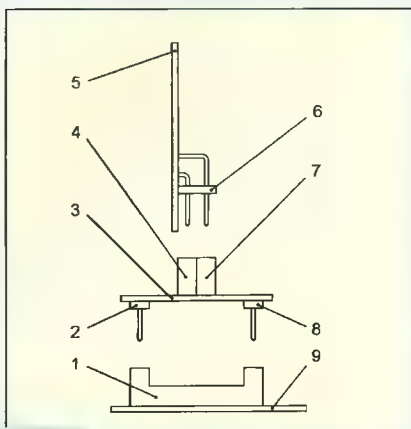

Рис. 4
На рис. 4 показан эскиз конструкции устройства. Собственно эмулятор собран на двусторонней печатной плате 5. Переходник также представляет собой печатную плату 3, на которой установлены вилки XP1.1 (2) и XP1.2 (8). Их штыри вставляют в гнезда панели 1 эмулируемой микросхемы ПЗУ на плате отлаживаемого устройства 9. На плате 3 находятся и розетки XS1.1 (4) и XS1.2 (7). Вилка XP3 (6) расположена таким образом, что при ее сочленении с розетками 4 и 7 платы 3 и 5 образуют прямой угол.